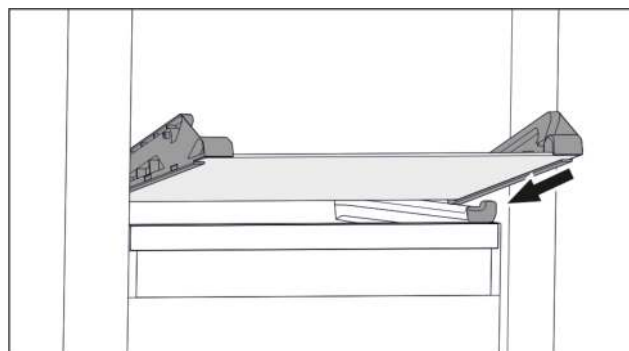

Fig. 62 Glasplatte des abklippbaren Schubfachs
- ▶ Glasplatte schräg hinter den Stoppern aufsetzen. (siehe Fig. 62)